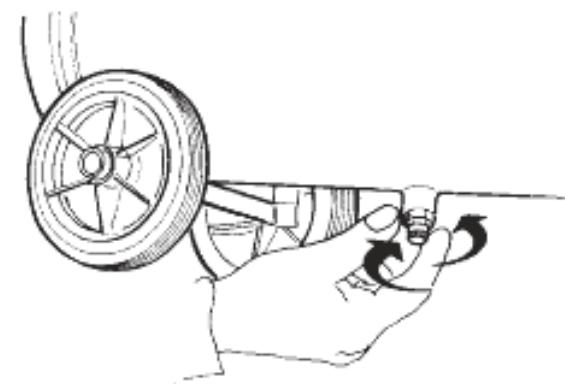

fig. 4
- veiller à ce que le robinet de déchargement de la condensation (**fig. 4**) situé au-dessous du réservoir soit fermé.
- Ôter le bouchon de déchargement de la condensation lorsque le réservoir est sous pression (fig. 4).
Avant d'effectuer tout type d'intervention sur le compresseur, débranchez la fiche de la prise de courant et déchargez la pression du réservoir moyennant le robinet de déchargement de la condensation (fig. 4) ; dévisser avec attention pour faire sortir l'aire lentement, des résidus métalliques pouvant être présents à l'intérieur du réservoir.
- **Déchargement de la condensation (fig. 4)**
- Décharger tout l'air du réservoir (fig. 4).